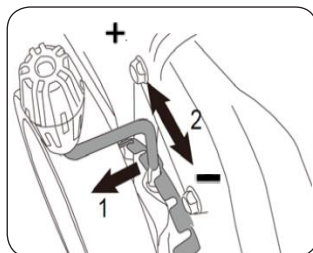

Рис. 21
**РЕГУЛИРОВКА ВЫСОТЫ СКАШИВАНИЯ** (Рис. 21).